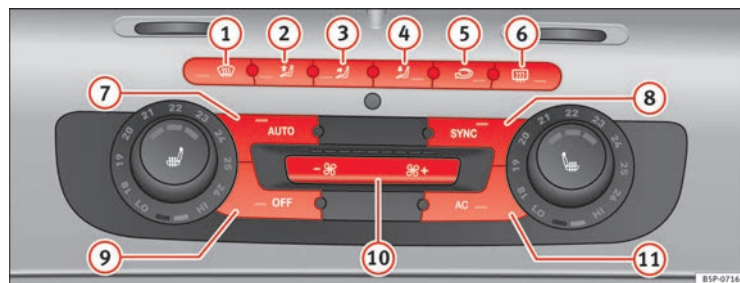

Fig. 131 Comandi del Climatronic 2C nel quadro strumenti
- Premere uno dei tasti compresi tra ⇒ fig. 131 ① e ⑤ oppure i tasti della ventola ⑩. La funzione selezionata compare nel display della radio o del navigatore.
- Il ricircolo dell'aria si attiva e si disattiva premendo il tasto  ➔ **fig. 131 ②**. La funzione risulta attiva quando sul display appare il simbolo .